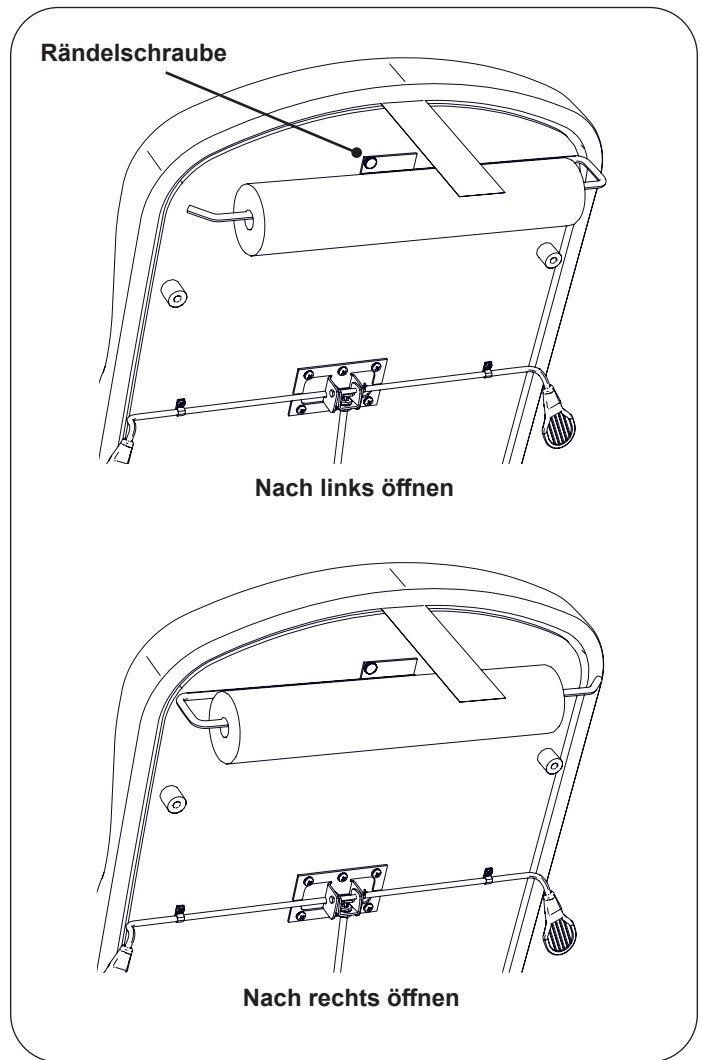

Figure 7. Anbringen des Papierrollenhalters
1. Legen Sie fest, wie der Papierrollenhalter ausgerichtet sein soll. (Siehe die zwei Optionen in Figure 7.)